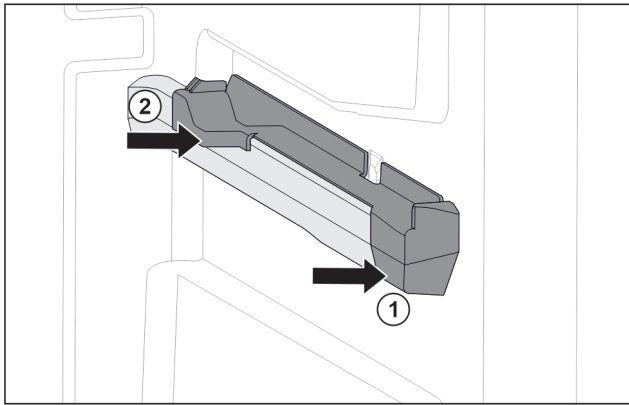

Fig. 154 Élément emboîtable sur la nervure de récipient droite
- ▶ Poser le devant de l'élément emboîtable contre la nervure de récipient. Fig. 154 (1)
- ▶ Enfoncez l'arrière de l'élément emboîtable. Fig. 154 (2)